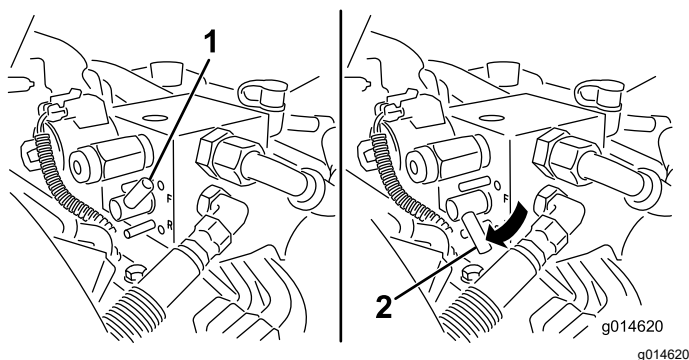

Bild 53
5. Drehen Sie den Läpphebel auf RÜCKWÄRTS (R) (Bild 53).